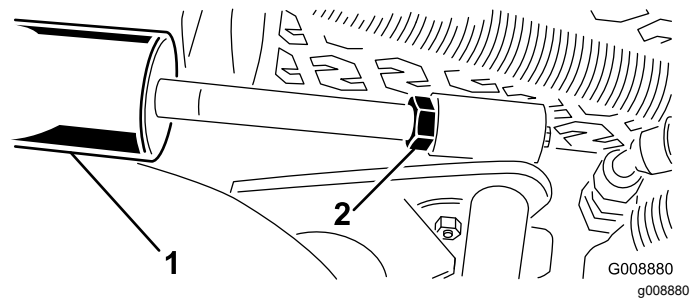

Figure 31
1. Desserrez l'écrou de blocage de la tige du vérin de levage (Figure 31).